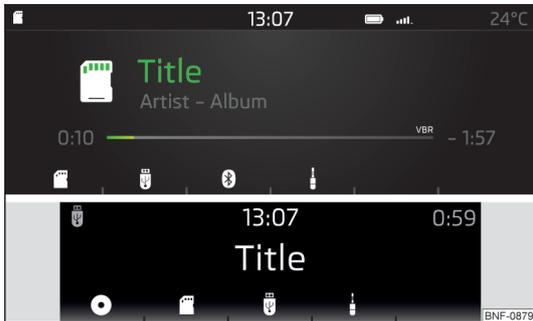

Fig. 105
- ▶ Para la **elección de la fuente de audio en el menú principal Media**, presionar la tecla **[MEDIA]** y elegir la fuente deseada por medio de las teclas de función» **fig. 105**.